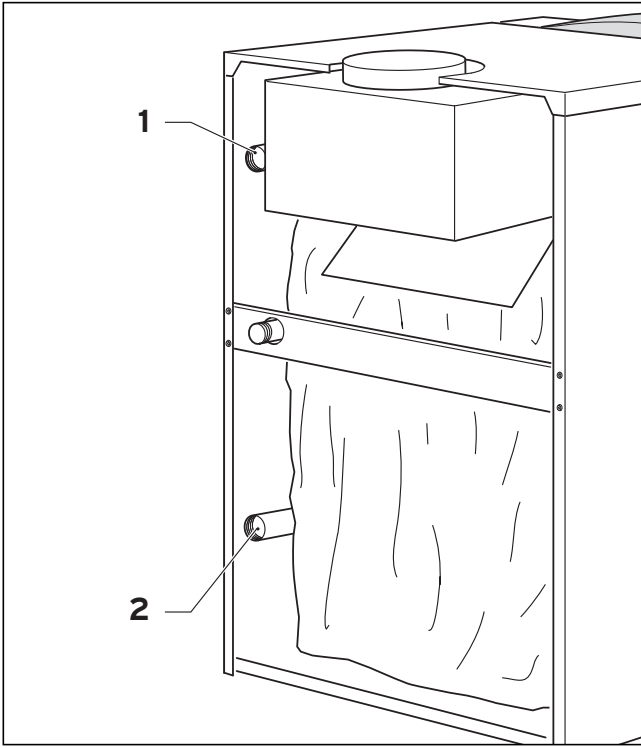

Abb. 4.1 Heizungsseitiger Anschluss
- Installieren Sie den Heizungs- vor- (1) und -rücklauf (2) entsprechend den Angaben in Abb. 4.1.